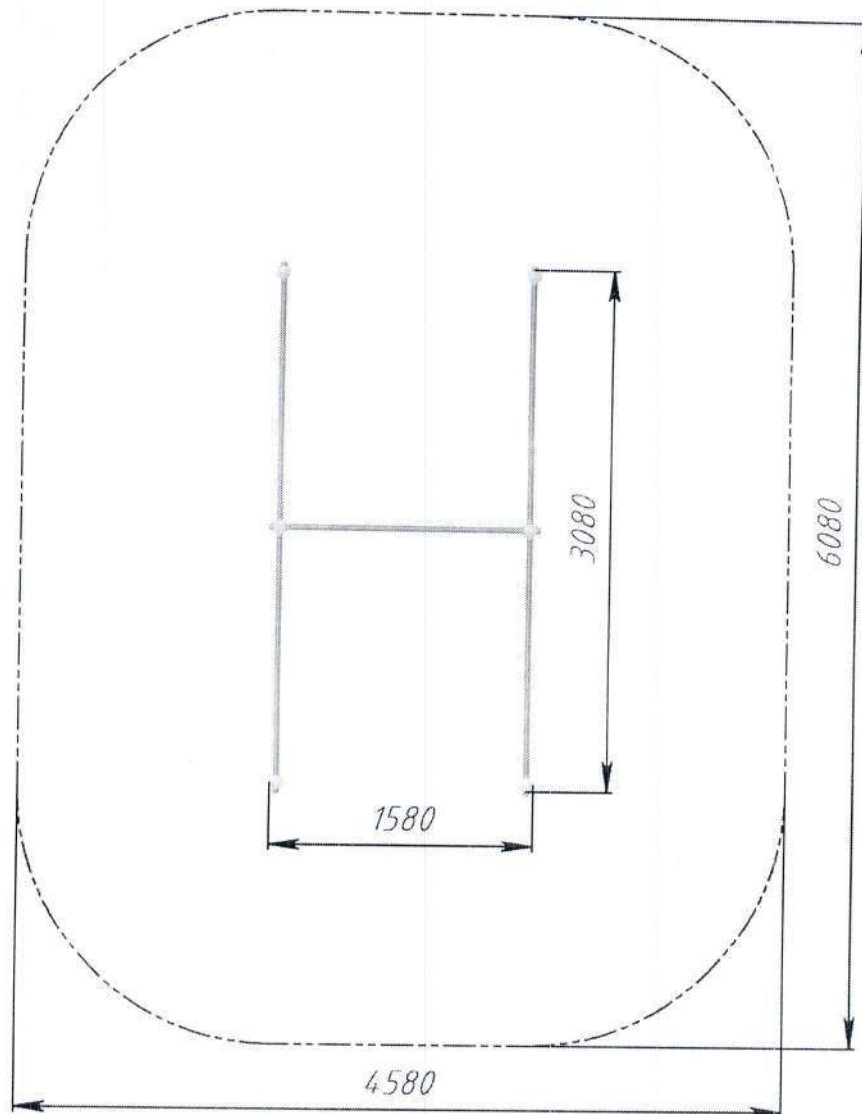

Рис.2 Безопасная зона приземления Перекладин РТР 729В
12.4. Монтаж Перекладин проводится на ровной площадке, свободной от насаждений. Размер площадки должен обеспечить безопасную зону приземления вокруг Перекладин в соответствии с рис. 2.